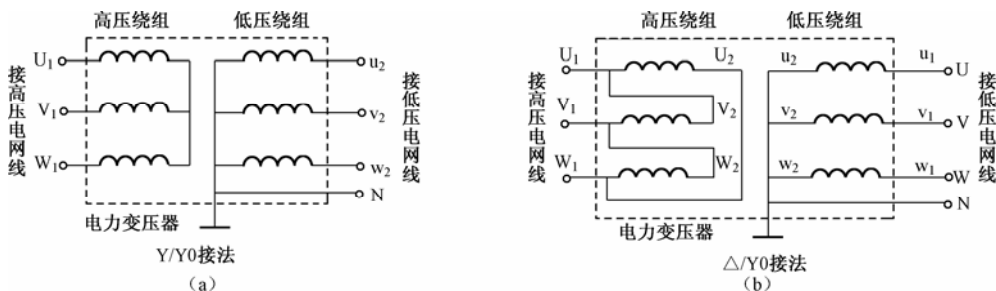

图 4-14 电力变压器与高、低压电网的两种连接方式
在使用电力变压器时,其高压侧绕组需要与高压电网连接,低压侧绕组则与低压电网连接,这样才能将高压降低成低压供给用户。电力变压器与高、低压电网的连接方式有许多种,图 4-14 就是两种较常见的连接方式。
在图 4-14 中,电力变压器的高压绕组首端和末端分别用 U_1 、 V_1 、 W_1 和 U_2 、 V_2 、 W_2 表示,低压绕组的首端和末端分别用 u_1 、 v_1 、 w_1 和 u_2 、 v_2 、 w_2 表示。图 (a) 中的变压器采用了 Y / Y0 接法,即高压绕组采用中性点不接地的星形接法 (Y),低压绕组采用中性点接地的星形接法 (Y0),这种接法又称为 **Yyn0** 接法。图 (b) 中的变压器采用了 Δ / Y0 接法,即高压绕组采用三角形接法,低压绕组采用中性点接地的星形接法,这种接法又称为 **Dyn11** 接法。
在工作时,电力变压器每个绕组上都有电压,每个绕组上的电压称为相电压,高压绕组中的每个绕组上的相电压都相等,低压绕组中每个绕组上的相电压也都相等。如果图 4-14 中的电力变压器低压绕组是接照明用户,低压绕组的相电压通常为 220V,由于低压侧三个绕组的三端连接在一个公共点上并接出导线 (称为中性线),所以每根相线 (即每个绕组的引出线) 与中性线之间的电压 (称为相电压) 为 220V,而两根相线之间有两个绕组,故两根相线之间的电压 (称为线电压) 应大于相电压,线电压为 $220\sqrt{3}=380\text{V}$ 。